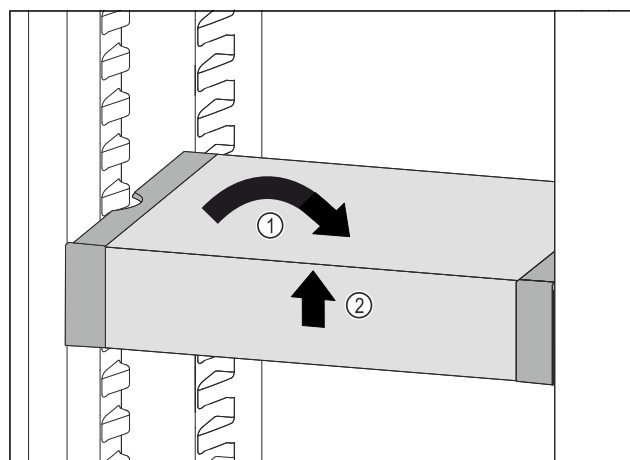

Fig. 103
- ▶ Изправете VarioSafe. Fig. 103 (1)
- ▶ Повдигнете VarioSafe отпред. Fig. 103 (2)